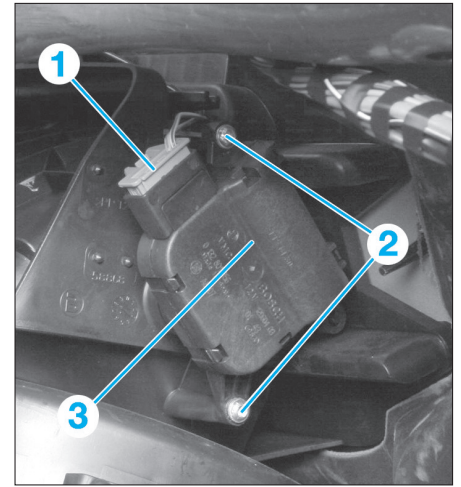

FIG. 16
- Débrancher le connecteur (1) (Fig.16).